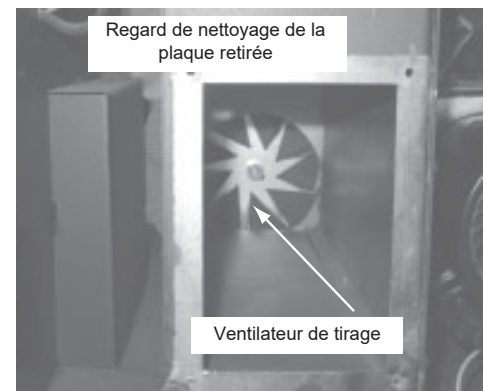

Figure 22.3
- c. Utilisez un petit aspirateur pour nettoyer la zone (**Figure 22.3**).